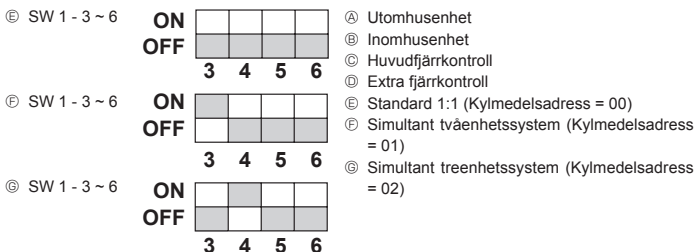

Fig. 9-1
- Eftersom enheten stannar automatiskt inom två till tre minuter efter återvinningen av köldmedel (LED1 och LED2 tänds), stäng gasstoppventilen snabbt. När LED1 och LED2 tänds och utomhusenheten stannar, öppna stoppventilen för vätska helt, och upprepa sedan steg ② efter tre minuter.
9. Systemkontrol (Fig. 9-1)